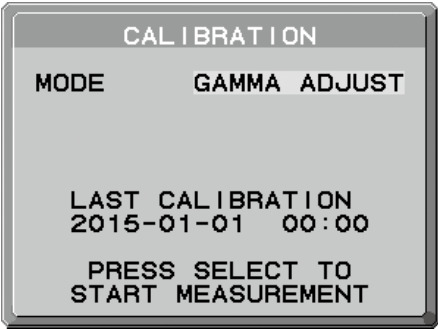

图 1
- 2. 在 MODE 选择中选择 GAMMA ADJUST（伽马调整）（图 1）。